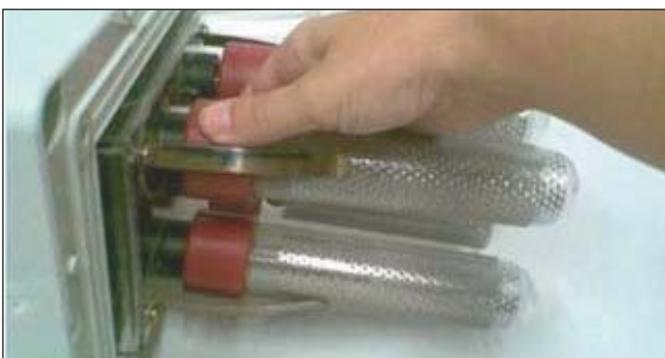
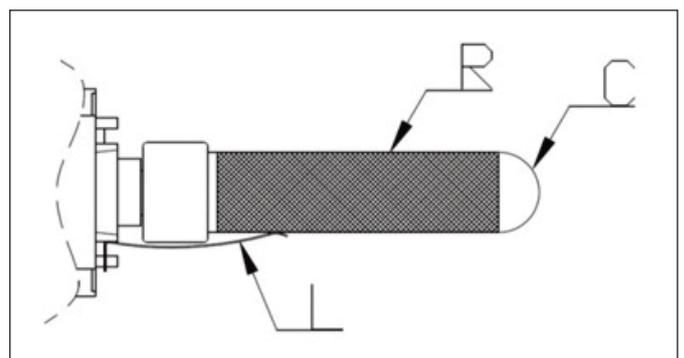

fig. 19
fig. 20
4. Svitare delicatamente il condensatore al quarzo (C fig.20) agendo sulla bussola in plastica rossa alla base del condensatore (fig. 19).
5. Sfilare la rete (R fig. 20) esterna al tubo: se l'operazione risulta difficoltosa, ruotare leggermente la rete attorno al condensatore al quarzo.
10. Riposizionare la rete metallica sul condensatore sovrapponendola alla griglia interna e controllare che la linguetta (L fig.20) sia a contatto con la stessa e la preme contro il vetro al quarzo del condensatore (C).
4. Gently unscrew the quartz condenser (C fig.20) using the red plastic bushing at the base of the condenser (fig. 19).
5. Remove the mesh (R fig.20) from the outside of the tube. If the operation is difficult, lightly rotate the mesh around the quartz condenser.
10. Reset the metal mesh on the condenser overlapping the inner grill and check the tab (L fig.20) is in contact with the metal net and push it against the glass of the capacitor (C).